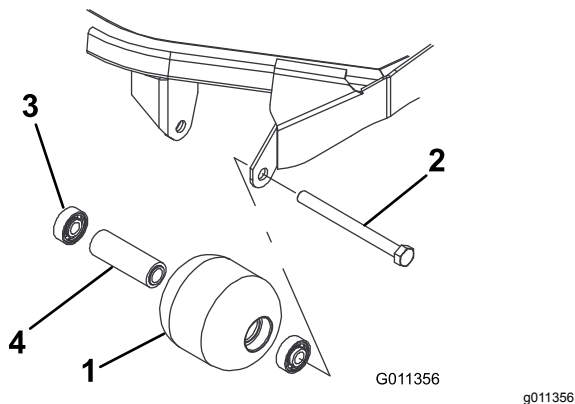

Figura 88
1. Retire o parafuso de montagem do rolo (Figura 88).
2. Coloque o espaçador (Figura 88)
3. Introduza o segundo rolamento na estrutura do rolo (Figura 88) exercendo o mesmo tipo de pressão nas calhas interna e externa até a calha interna entrar em contacto com o espaçador.
4. Verifique se a estrutura dos rolamentos, os rolamentos e o espaçador de rolamentos estão danificados (Figura 88). Substitua os componentes danificados e volte a montar.
1. Introduza o primeiro rolamento na estrutura do rolo (Figura 88). Empurre só a calha externa